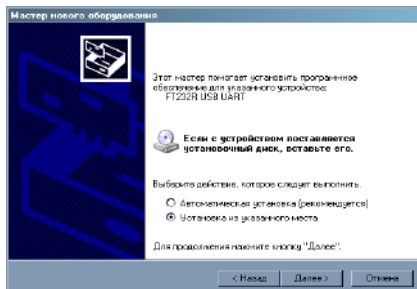

Рисунок 6
3.5.8 В окне запрос на установку программного обеспечения для **FT232R USB UART** (рисунок 6) окне следует выбрать «Установка из указанного места» и нажать кнопку «Далее».